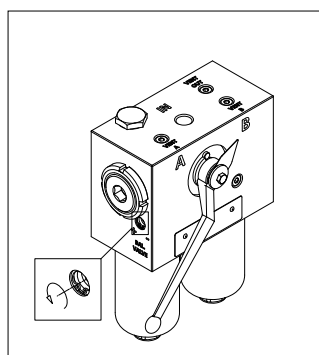

fig. 2
- (Fig. 2) Aprire la valvola di bilanciamento svitandola verso il segno "-"